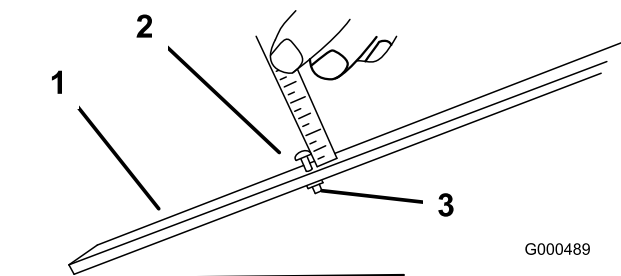

Figure 16
2. Desserrez l'écrou du gabarit et tournez la vis de réglage de manière à obtenir la hauteur de coupe voulue (Figure 16). L'écartement entre la base de la tête de la vis et la face du gabarit correspond à la hauteur de coupe.